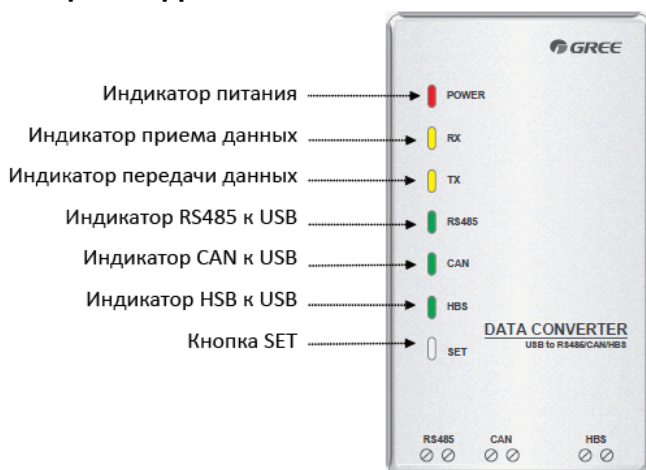

Рис. 1. Преобразователь данных, вид спереди
Красный индикатор (см. рис. 1) обозначает питание. Когда индикатор загорается, это означает штатное питание преобразователя. Когда индикатор гаснет, это означает, что на преобразователь не подается питание или подается некорректно.
Как показано на рис. 1., два желтых индикатора обозначают прием (RX) и передачу данных (TX) соответственно. Когда ПК передает данные кондиционеру, мигает индикатор TX. Когда кондиционер передает данные ПК, мигает RX.
Как показано на рис. 1, зеленые индикаторы обозначают режим обмена данными.